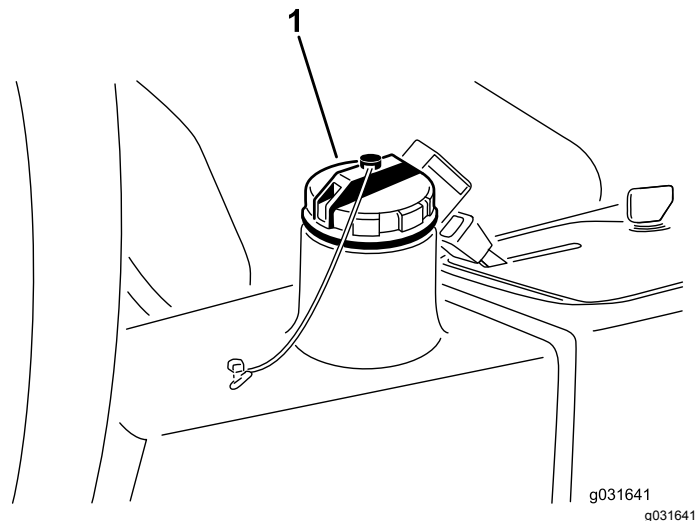

Bild 63
2. Reinigen Sie den Bereich um den Einfüllstutzen und den Deckel des Hydraulikölbehälters (Bild 63).
3. Nehmen Sie den Deckel des Hydraulikbehälters ab (Bild 63).